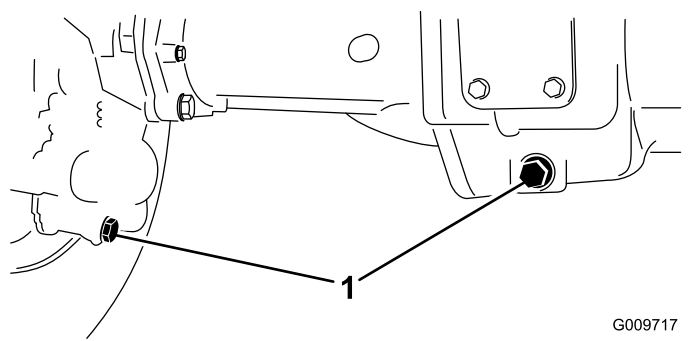

**Figure 46**
2. Nettoyez la surface autour des 3 bouchons de vidange, 1 à chaque extrémité et 1 au centre (Figure 46).